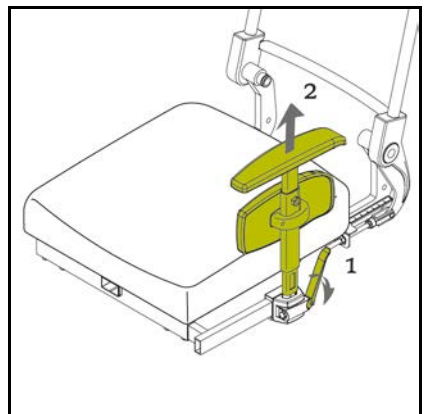

Abb. 6.3
7. Drücken Sie die Klinke nach hinten, um die Armlehne zu entriegeln (Abb. 6.3).
8. Nehmen Sie die Armlehne oben aus dem Armlehnenhalter (Abb. 6.3).